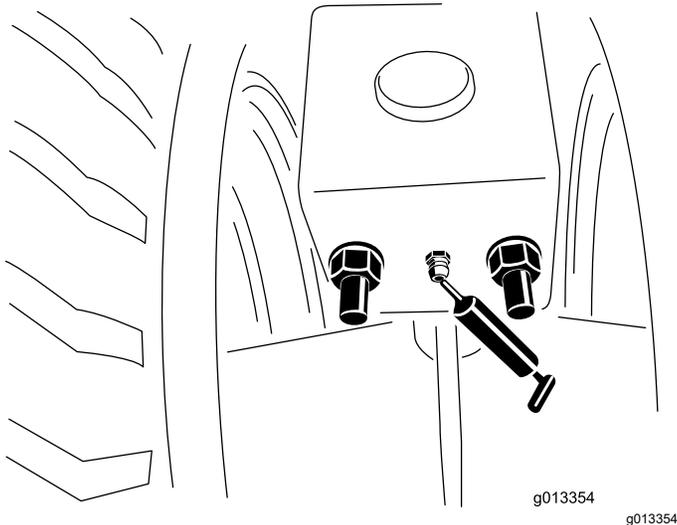

Bild 57
1. Reinigen Sie die Schmiernippel (Bild 57).